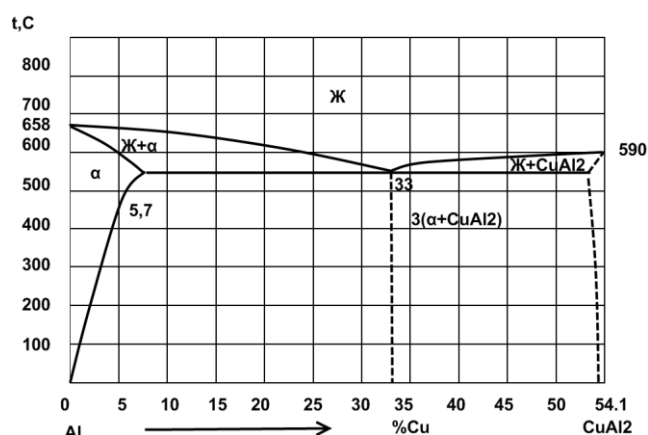

Рис. 10. Диаграмма состояния алюминий – медь (Al – Cu)
2. Вычертите диаграмму состояния системы алюминий — медь (Al – Cu). Опишите взаимодействие компонентов в жидком и твердом состояниях, укажите структурные составляющие во всех областях диаграммы состояния и объясните характер изменения свойств сплавов в данной системе с помощью правил Курнакова (рис. 10).